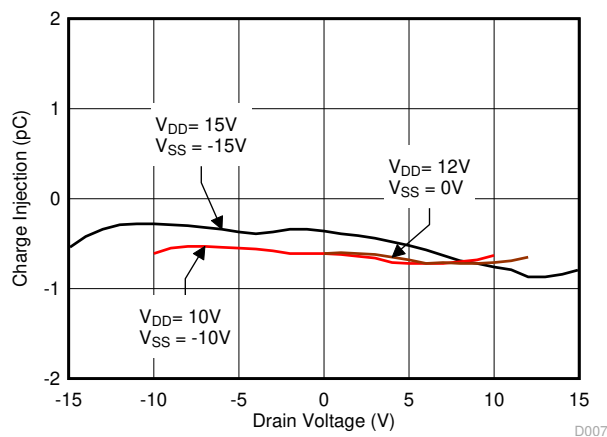

図 6-15. 電荷注入とドレイン電圧との関係
TMUX6136 は、図 6-15 に示されるように、特殊な電荷注入キャンセル回路を採用しており、ドレイン (D) からソース (Sx) への電荷注入を、 $V_S = 0V$ の条件下で最大 $-0.4pC$ まで低減します。